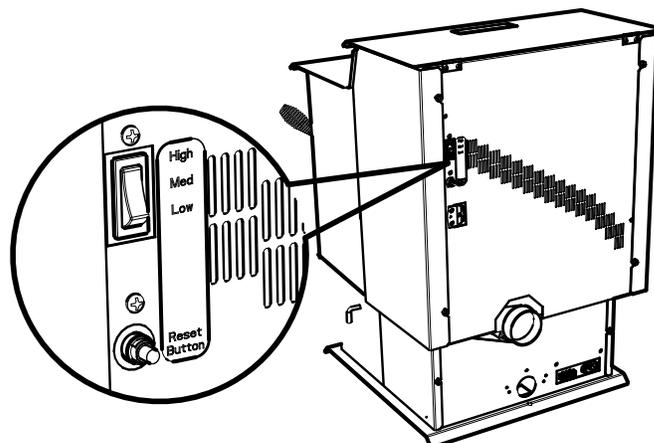

Figure 8.1
Cet appareil est doté d'un interrupteur de commande de chauffage à trois positions ou taux de combustion : bas, moyen et haut. **Figure 8.1.**
3. Localisez l'interrupteur de contrôle de l'intensité du chauffage situé au dos de l'appareil du côté supérieur gauche. **Figure 8.1 à la page 8.**